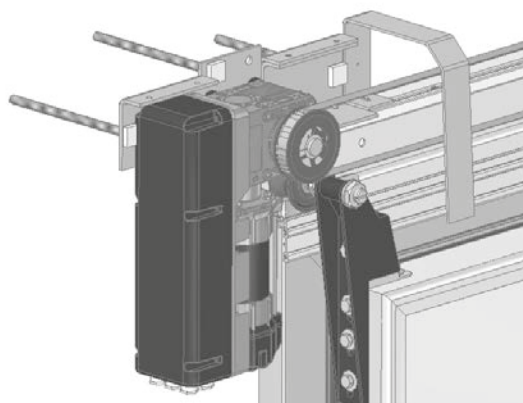

Fig. 9
- Fixer le support moteur avec n.3 tirants M12 (Fig. 9).